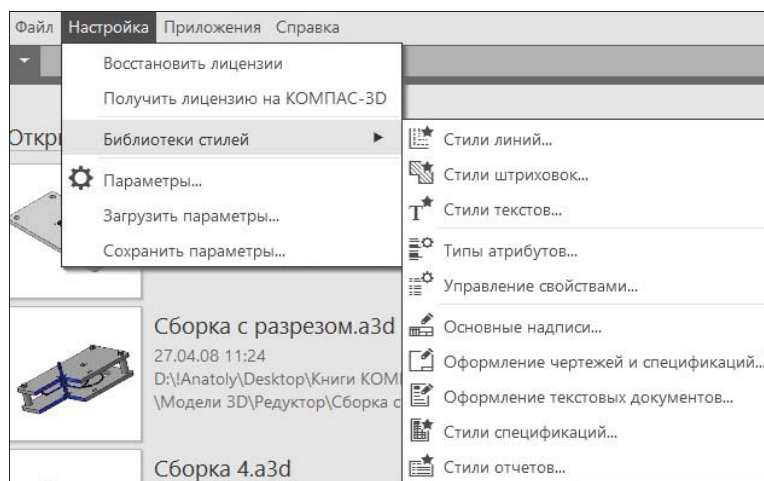

Рис. 2.4. Подменю Библиотеки стилей
- ◆ **Библиотеки стилей** — пункт имеет свое подменю (рис. 2.4), в котором можно до работы с документами настроить *Стили линий*, *Стили штриховок*, *Стили текстов* и т. д.;